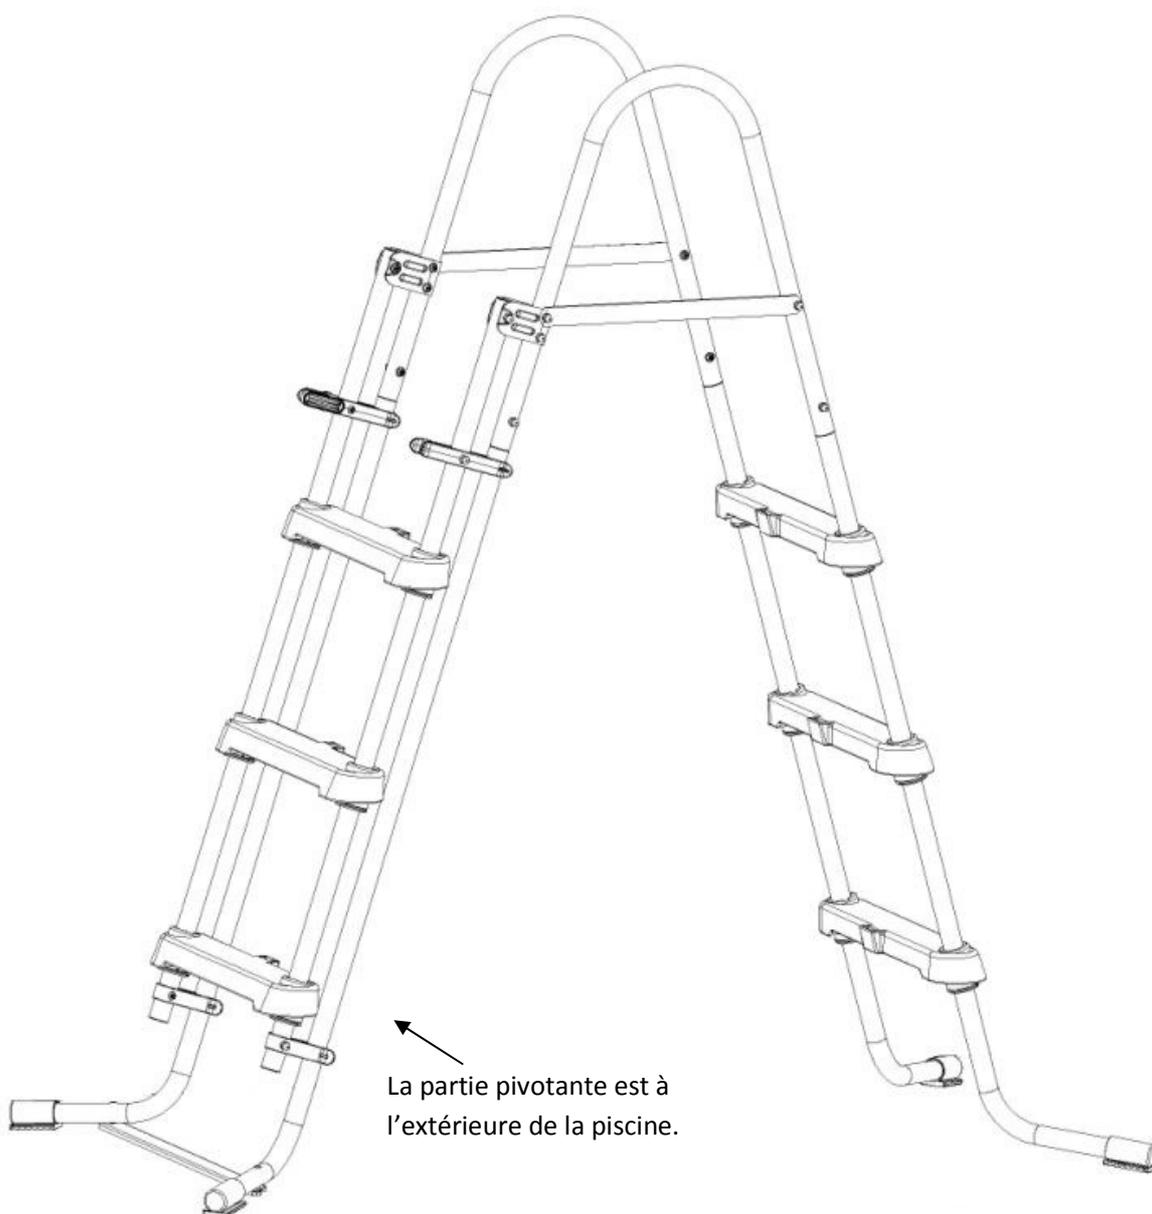

Fig. 7
19. La partie pivotante doit être à l'extérieure de la piscine. S'assurez que les attaches (54) sont bien clipser sur l'échelle (53) quand l'échelle est en cours d'utilisation. (Voir Fig. 7)
21. Pour utiliser l'échelle, appuyez sur le bouton de le clips pivotant avec le bouton (53) et le swing de l'échelle à la position d'utilisation comme le montre la Figure 7.